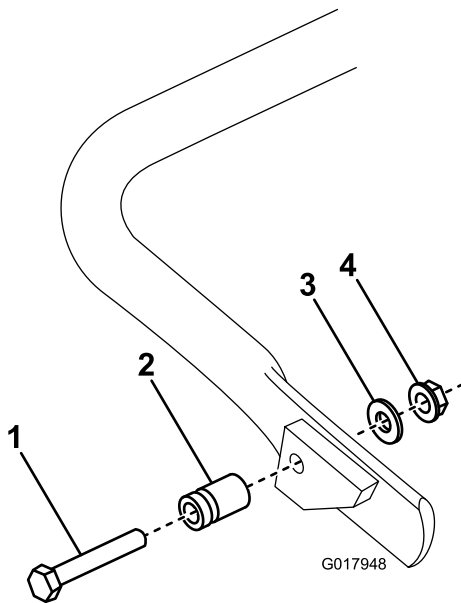

Figure 5
1. **Sur le modèle 04056 uniquement**, fixez le goujon de ressort sur le côté droit de la béquille (Figure 5) au moyen du boulon, de la rondelle et de l'écrou à embase fournis.